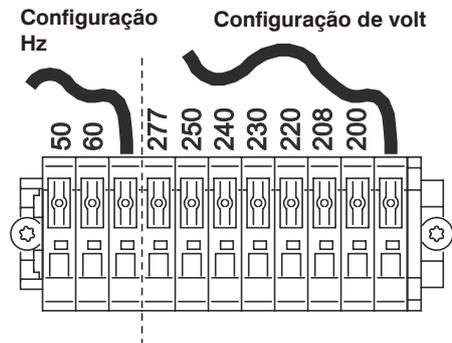

Figura 7: Tensões AC de entrada e frequências
3. Veja a Figura 7. Conecte a extremidade livre do cabo auxiliar de configuração de frequência (na seção marcada **Hz setting**) no terminal etiquetado com a frequência da tensão AC local.